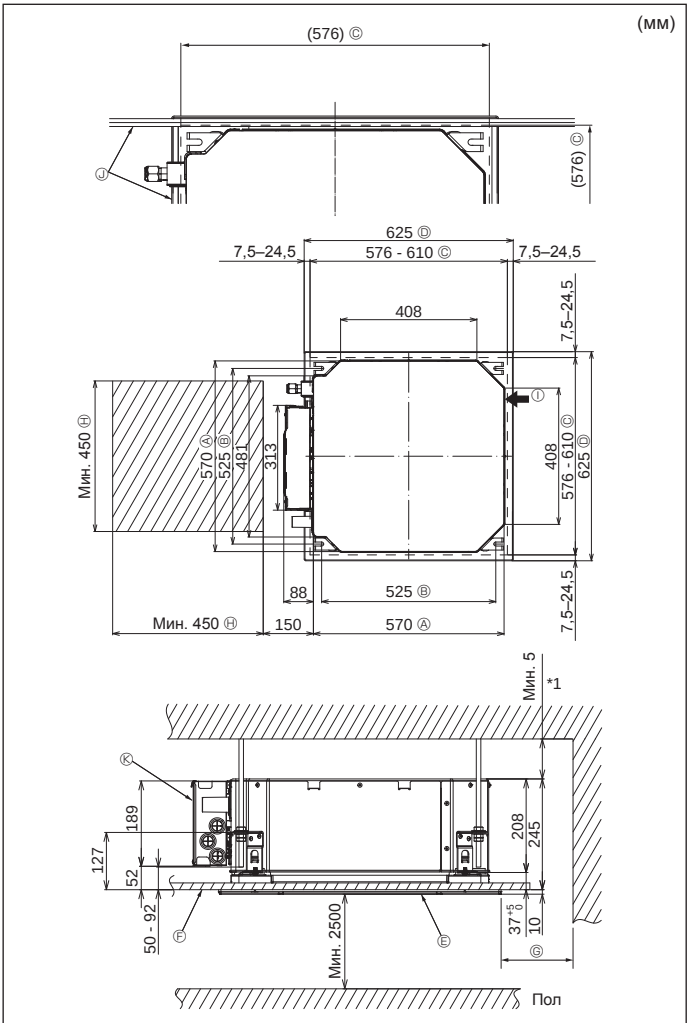

Fig. 4-2
4.2. Местоположения отверстий в потолке и подвесного болта (Fig. 4-2)